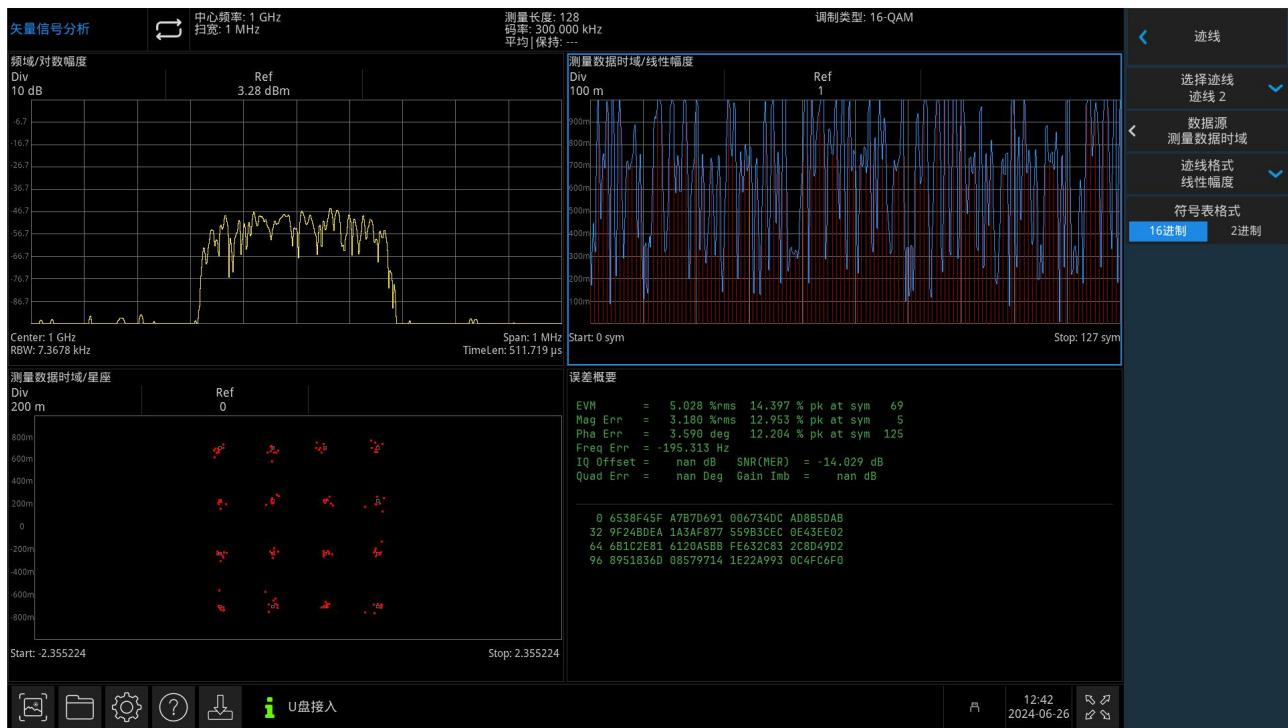

图 3-1：迹线选择
**选择迹线：**选择所要使用的迹线。总共包含 4 条迹线（选择不同的迹线格式，显示的迹线排列不同），被选中的迹线窗口高亮显示，如下图 3-1 所示。